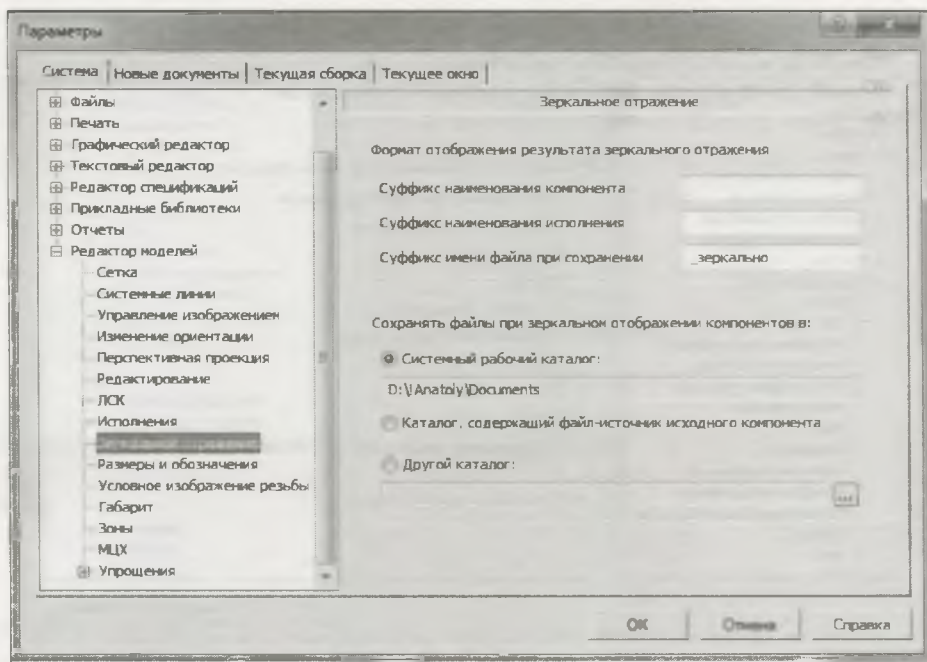

Рис. 27.4. Диалоговое окно Параметры с открытой панелью Зеркальное отражение
- ◆ щелкните ЛК по пункту Зеркальное отражение. В правой части на панели Зеркальное отражение (рис. 27.4) выполняется настройка параметров создания компонентов и исполнений зеркальным отражением или симметричной вставкой;